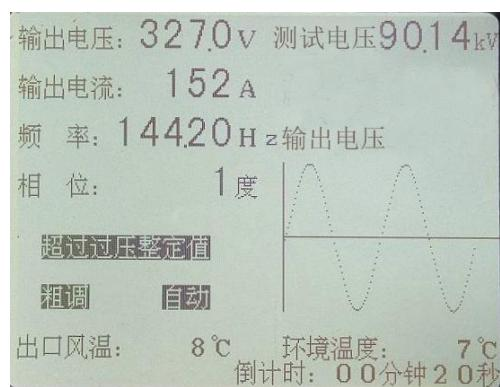

图 30 HMCXZW 变频电源装置故障显示
8.2.5 在试验过程中, 当试验电压超过设定的过压整定值, 将会发出报警信号, 并且断开高压试验回路, 同时屏幕上显示【超过过压整定值】, 见图 30。